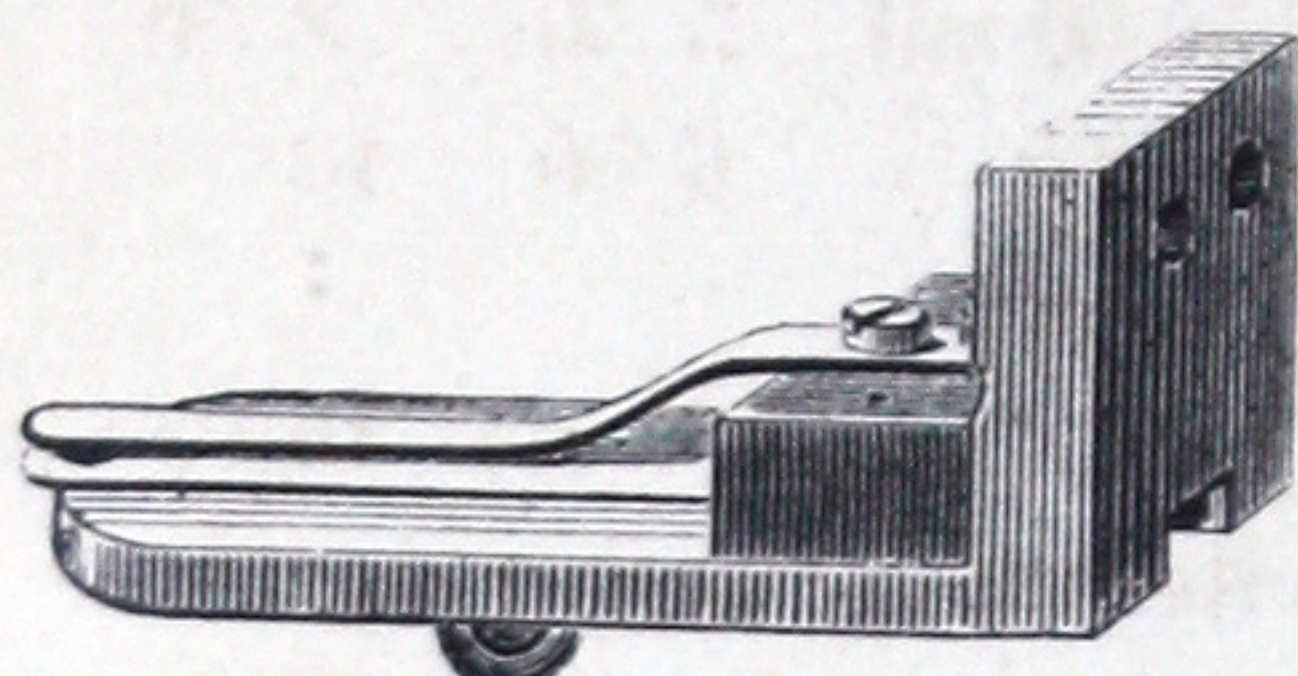

Fig. 13
- 53 **Contact** de porte, à galet, ne faisant fonctionner la sonnerie qu'un instant (fig. 13). 3 50